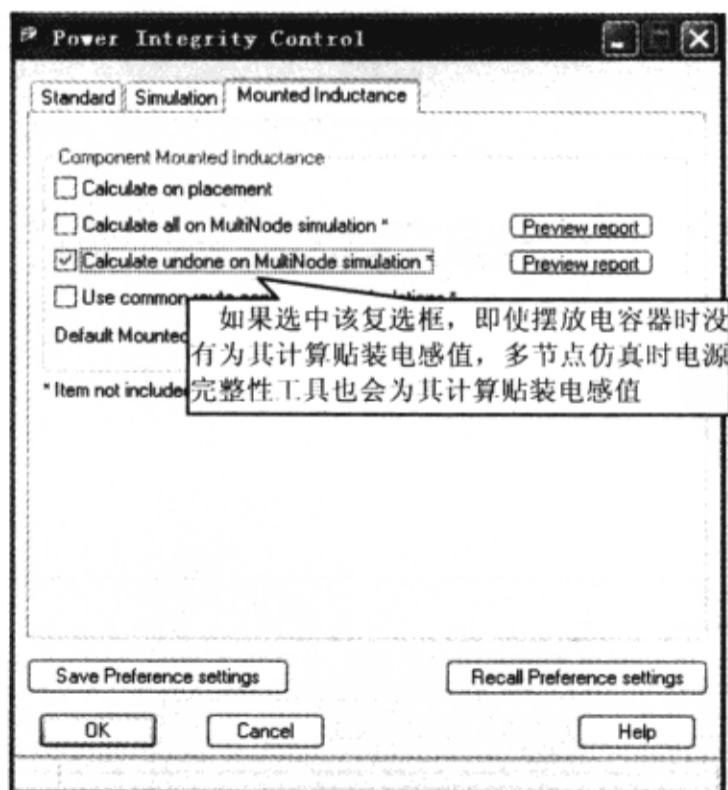

图 9-7-67 计算贴装电感值
(7) 选中“Calculate undone on Multinode simulation” →单击“OK”按钮。如果选中这个复选框，当进行多节点仿真时，即使摆放电容器时没有进行贴装电感值计算，电源完整性工具也会为其计算贴装电感值，如图 9-7-67 所示。